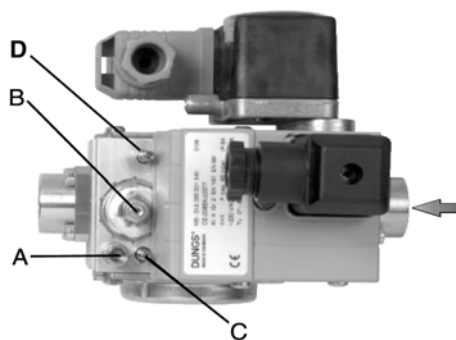
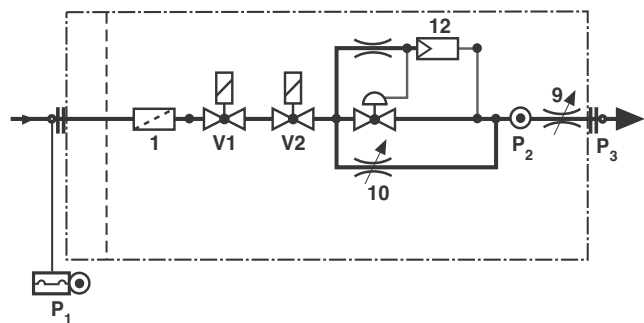

Fig. 8 -DUNGS MBC 65-DLE
Fig. 9
A. presa pressione P2 (Fig. 9) a monte valvola D
C. valvola di accensione (n.10 in Fig. 9)
D. valvola di portata massima (n.9 in Fig. 9)
- svitare la vite **A** (Fig. 8) della presa di pressione e collegare il manometro;
- impostare al minimo il regolatore di pressione, girando la vite di regolazione **B** (Fig. 8) in senso antiorario;
- regolare la fiamma durante la fase di accensione utilizzando il by-pass **C** (vd. Fig. 9 n.10). Girando in senso orario, la portata del gas diminuisce, mentre aumenta girando in senso antiorario. Si raccomanda di non eccedere con la portata di accensione, pena l'inefficacia dello stabilizzatore **B** (Fig. 8).
Agire sul regolatore di pressione fino a raggiungere la portata desiderata, mediante la vite di regolazione **B** (Fig. 8): per aumentare la portata, girare la vite in senso orario, per ridurla, girare la vite in senso antiorario.
La valvola di regolazione D del riduttore della quantità del gas principale è stata completamente aperta in fabbrica: la sua posizione non deve essere modificata. Dopo avere eseguito tutte le regolazioni, rimuovere il manometro e riavvitare la vite di chiusura A (Fig. 8) nella presa per il manometro. La valvola di regolazione D del riduttore della quantità del gas principale è stata completamente aperta in fabbrica: la sua posizione non deve essere modificata. Dopo avere eseguito tutte le regolazioni, riavvitare la vite di chiusura A (Fig. 8) nella presa per il manometro..